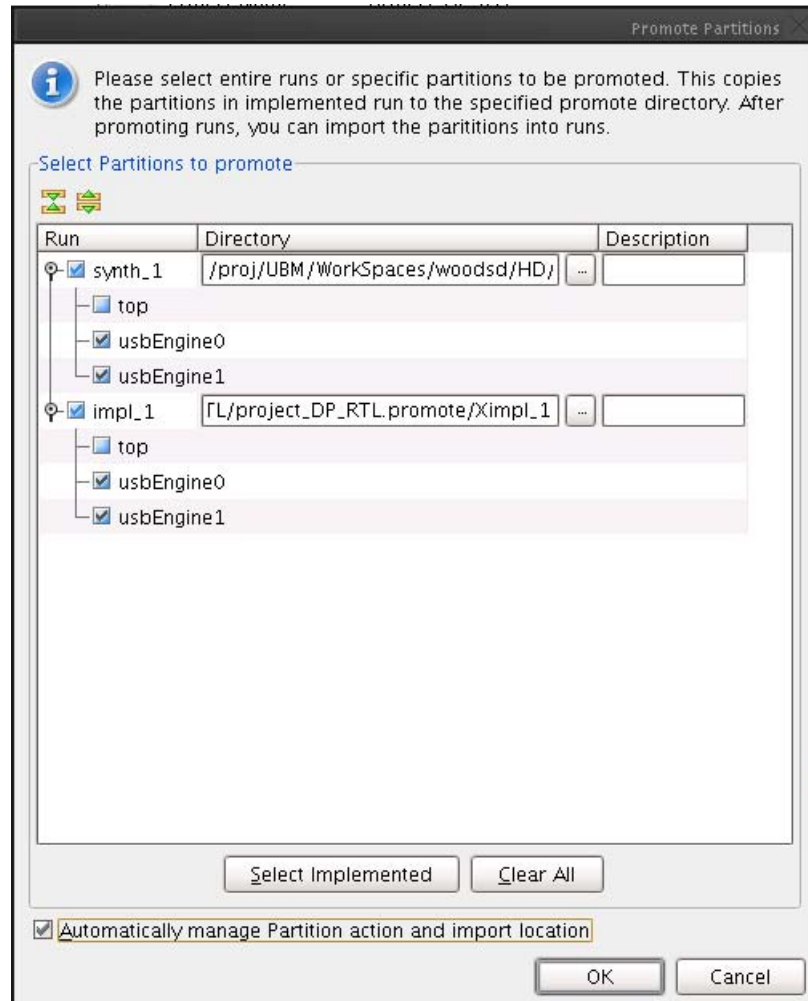

図 1-12 : [Promote Partitions] ダイアログ ボックス
5. 2 つの **usbEngine** インスタンスが合成およびインプリメンテーション用にプロモートされるようにオンになっていることを確認します (図 1-12)。